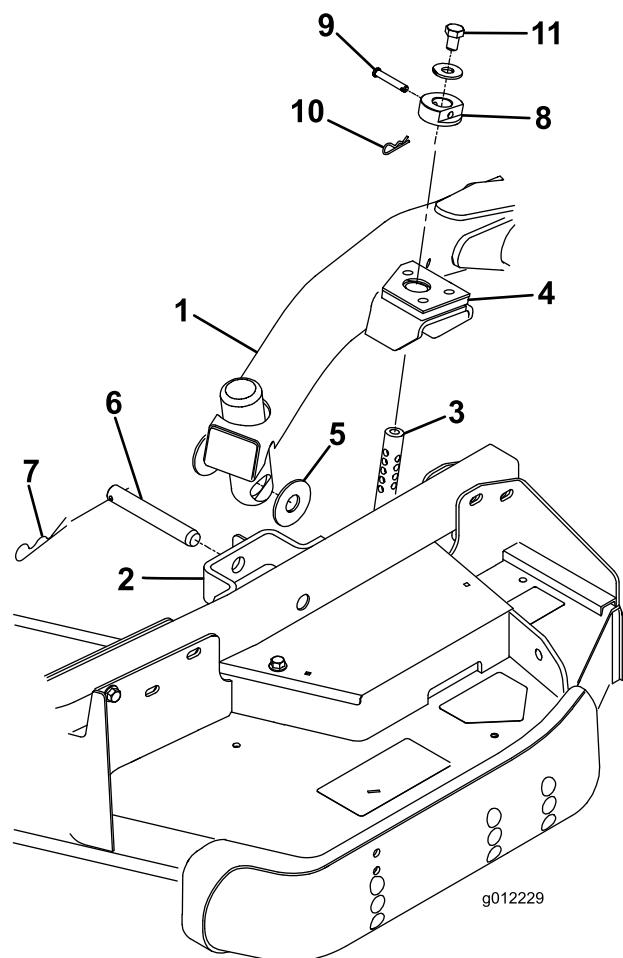

Figura 23
4. Mueva la palanca de elevación a la posición Flotar. Empuje hacia abajo uno de los brazos de elevación hasta que los taladros del brazo de elevación estén alineados con los taladros del soporte del brazo de la rueda giratoria y pueda introducirse la varilla de ajuste de la altura de corte en los alojamientos del brazo de elevación (Figura 23).
5. Fije el brazo de elevación al brazo de la rueda giratoria con (2) arandelas de empuje, un pasador y un pasador de horquilla. Coloque las arandelas de empuje entre el brazo de elevación y el soporte del brazo de la rueda giratoria (Figura 23). Introduzca el extremo del pasador de horquilla en la ranura de la pestaña del brazo de la rueda giratoria para retener el pasador.
9. Instale los collares de ajuste de la altura de corte sobre las varillas de ajuste de la altura de corte y fíjelos con los pasadores y los pasadores de horquilla (Figura 23). Oriente la cabeza del pasador hacia la parte delantera de la plataforma.
10. Instale un perno de 1/2 x 3/4 pulgada y una arandela en la parte superior de cada varilla de ajuste de la altura de corte (Figura 23).